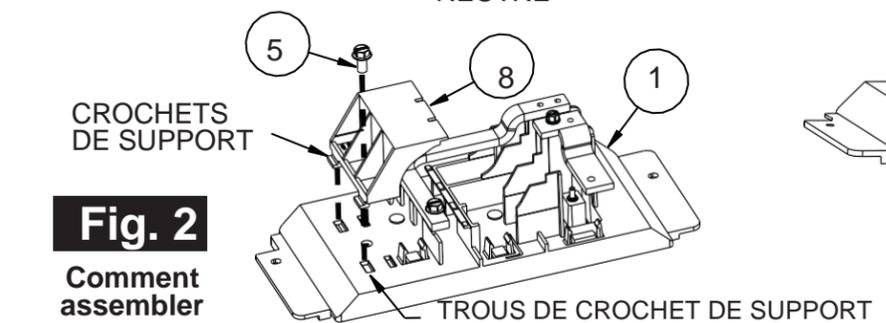

Fig. 2
4. Préparez l'ensemble en fonction du type de disjoncteur : Disjoncteur BL/BQD : Positionnez le support de disjoncteur (article 8) sur l'assemblage disjoncteur et barrière (article 1) en faisant pivoter les crochets au bas du support dans les trous appropriés de l'assemblage disjoncteur et barrière. (Voir Fig. 2 et 3) Complétez l'assemblage en insérant une vis 1/4 po-20 (article 5). Serrez à 40 lb-po. Disjoncteur xGB/3VA4 : Passez à l'étape 5.